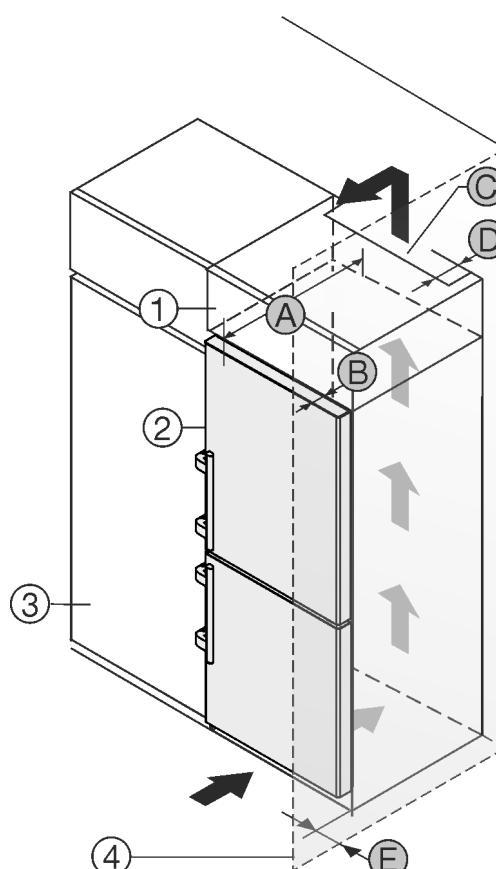

Fig. 47
Das Gerät kann mit Küchenschränken umbaut werden. Um das Gerät Fig. 47 (2) der Küchenzeilenhöhe anzugeleichen, kann über dem Gerät ein Aufsatzschrank Fig. 47 (1) angebracht werden.
Wird das Gerät direkt neben einem Küchenschrank Fig. 47 (3) aufgestellt, so ist ein Abstand von mind. 5cm zum Gerät notwendig. Um die Türe vollständig öffnen zu können, muss das Gerät um die Tiefe Fig. 47 (B) gegenüber der Küchenschrankfront vorstehen. Abhängig von der Tiefe der Küchenschränke und Verwendung von Wandabstandshaltern kann das Gerät weiter herausragen.
- An der Rückseite des Aufsatzschrankes muss ein Abluftschacht mit der Tiefe Fig. 47 (D) über die gesamte Aufsatzschrankbreite vorhanden sein.
- Unter der Raumdecke muss der Entlüftungsquerschnitt Fig. 47 (C) eingehalten werden.
Wenn das Gerät mit den Scharnieren neben einer Wand Fig. 47 (4) aufgestellt wird, muss der Abstand Fig. 47 (E) zwischen Gerät und Wand eingehalten werden. Dies entspricht dem Griffüberstand bei geöffneter Tür.